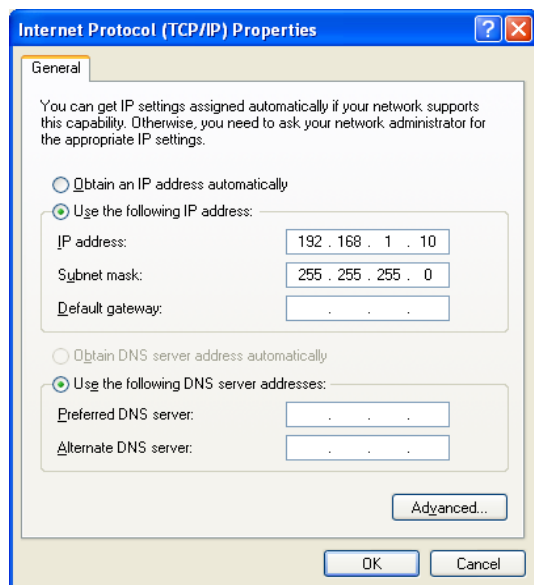

FIG. 16
5. Vedere FIG. 16. Selezionare "Use the following IP address." L'indirizzo IP di impostazione delle pompe è 192.168.1.100. Immettere un numero che sia differente dall'indirizzo di impostazione predefinita solo nell'ultima serie di numeri, per esempio: 192.168.1.10. 192.168.1.10. Questo permette al computer di collegarsi con il VFD. Regolare la maschera Subnet su 255.255.255.0.